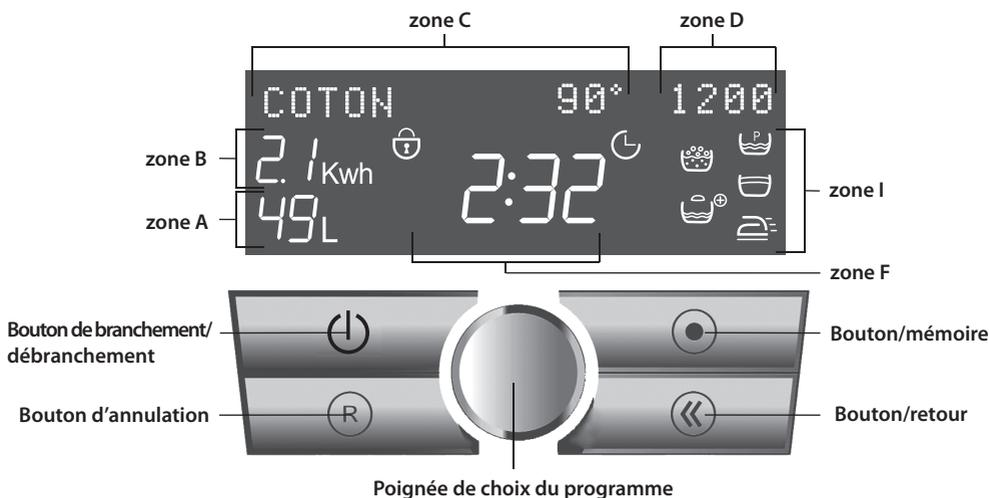

Figure 3 – Display
A la machine est possible la sélection du temps du commencement choisi du lavage qui est affiché à la zone F au display (fig. 3).
Au display se trouvent les zones suivantes (fig. 3) :
Après le choix de la température il est possible le choix de la fréquence de rotation du tambour d'essorage (ci-après - les tours d'essorage) au-dessous de la valeur maximale prévue par le programme du lavage. Après la confirmation du choix de la température à la zone D (fig. 3) commence à clignoter la valeur maximale des tours d'essorage pour un programme choisi du lavage. A la nécessité de changer le nombre de tours d'essorage il faut tourner la poignée — les valeurs numériques des tours changent successivement de la valeur maximale (selon le modèle et le programme, voir le tableau 4) à la valeur minimale — « 0 » (l'essorage est débranché) avec l'intervalle de 200 tours/min. Ayant choisi la valeur nécessaire d'essorage, il faut appuyer la poignée — on entend le signal sonore et la valeur de tours d'essorage cesse de clignoter. En même temps avec le choix des tours d'essorage changent les indications de la consommation de l'énergie électrique, de la consommation de l'eau et la durée du lavage.
**Règlage du temps installé du commencement du lavage** est fait après le choix du symbole  au display. A la zone F (fig. 3) apparaît le temps maximum du retard du commencement du lavage de 24 heures («24:H»). A la rotation de la poignée au sens de l'aiguille d'une montre ou au sens contraire le temps change successivement à l'intervalle à 1 heure («1:H»). Si le temps installé du commencement du lavage n'est pas réglé, le lavage commence immédiatement après l'appui du bouton START/PAUSE.